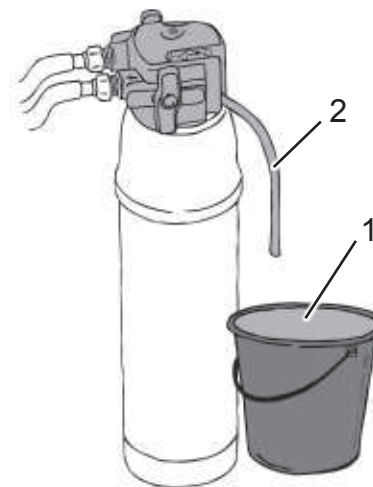

Abb. 23
3. Stellen Sie ein Gefäß (Abb. 23/1) unter den Entlüftungsschlauch (Abb. 23/2) und halten Sie den Entlüftungsschlauch in das Gefäß.